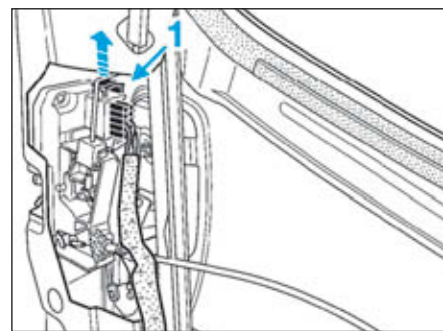
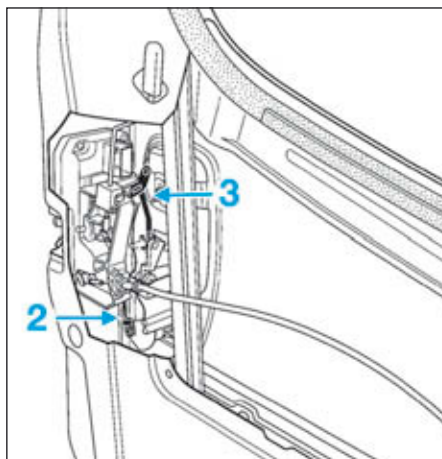

FIG.102
FIG.103
- Débrancher le connecteur (1) (Fig.102).
- Déposer (Fig.103) :
- la tringle de commande de barillet (2),
- la tringle de commande d'ouverture extérieure (3).
- la tringle de commande d'ouverture extérieure (3) (Fig.103),
- la tringle de commande de barillet (2).
- Brancher le connecteur (1) (Fig.102).